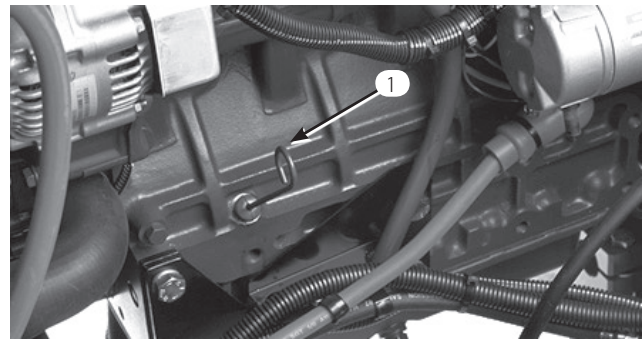

図 3
3. ディップスティックを抜き取り、ウェスできれいに拭いてもう一度差し込み、再度抜き取ってオイルの量を見る：FULLマークまであればよい（図3）。